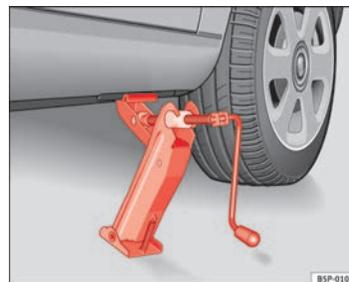

Fig. 180 Colocação do macaco
- Ajuste o macaco de modo a que a respectiva garra envolva o perfil da longarina inferior e a base móvel fique totalmente assente no chão ⇒ Fig. 180.